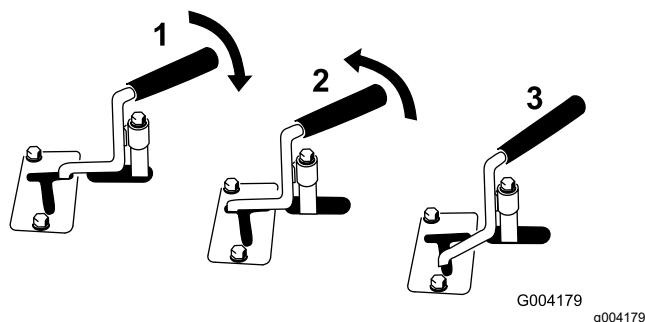

図 12
- 油圧アタッチメントを前方に動かすには補助油圧レバーを後方に回し、押し下げて基準バーに当てる(図 12, No. 1)。
- 油圧アタッチメントを後方に動かすには補助油圧レバーを後方に回し、左に動かして上のスロットに入れる(図 12, No. 2)。
**注** 前位置でレバーから手を離すと、レバーは自動的にニュートラル位置に戻る(図 12, No. 3)。後位置にある時には自動的にニュートラルにはならず、スロットから出すまでスロット内にある。